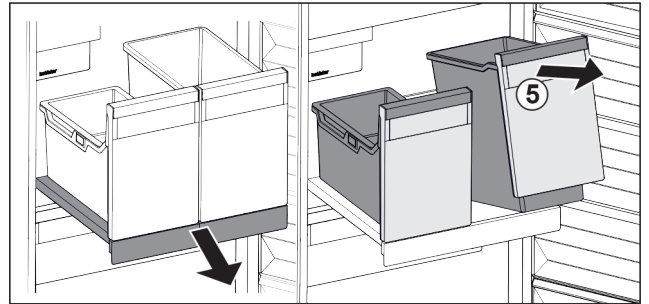

Fig. 80
- ▶ Levantar el recipiente Fig. 80 (5) por delante.